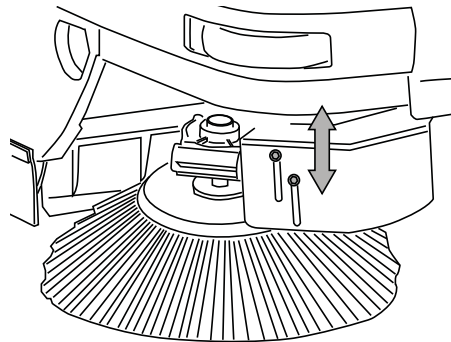

fig. 20
- Die Stellschrauben an der Halterung des Besenantriebs lösen (Abb. 20).